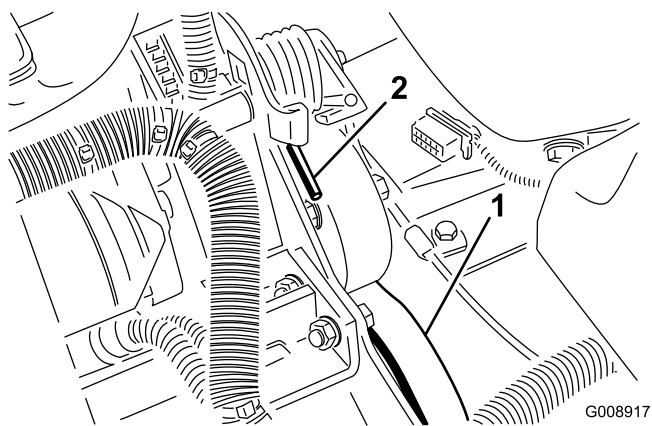

Figura 73
- Empurre a mola para a frente e para trás (Figura 73) para a desprender do apoio e libertar a tensão da mola.